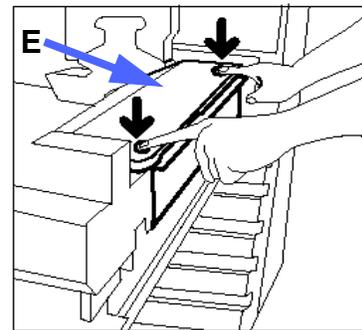

Abb. 44: Reinigungsfilz lösen
- Die vordere und hintere Entriegelungstaste oben auf der Fixieranlage drücken (s. Abb. 44), um den Reinigungsfilz (Bereich E) zu lösen. Der Filz lässt sich rechts vom Papierwegmodul abnehmen.